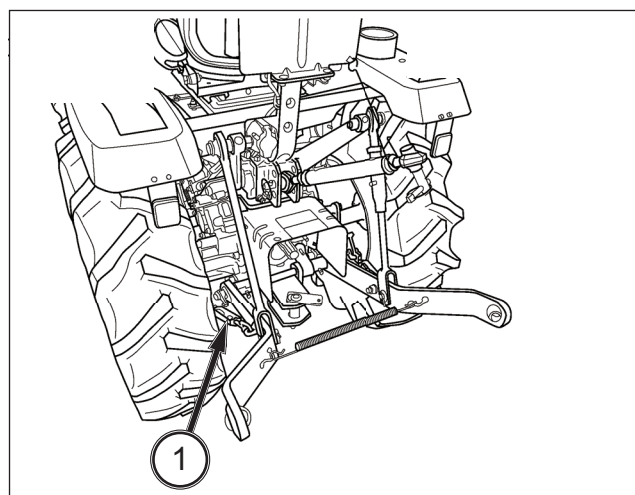

ABB. 70
ABB. 70: Einige Anbaugeräte erfordern ein leichtes seitliches Spiel. Die Spannkette (1) an den Unterlenkern muss gleichmäßig eingestellt sein, um so das seitliche Spiel auf das gewünschte Maß zu reduzieren. Das seitliche Spiel jedoch nicht vollständig herausnehmen, da die Kette oder der Unterlenker sonst beschädigt werden könnte.